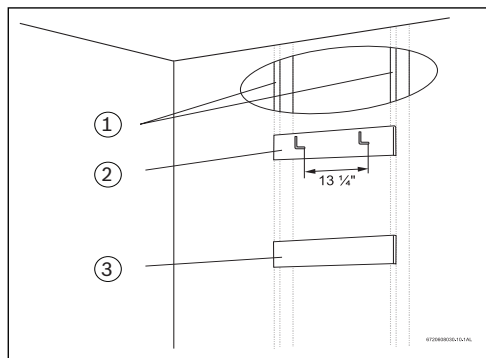

Fig. 7 Tabla de soporte
El calentador debe montarse en una pared con las piezas de fijación adecuadas. Si la pared es de miembros estructurales verticales con paneles de yeso, se recomienda fijar primero tabla(s) de soporte de madera contrachapada, ya sea de 1x4 ó 1/2 pulg. (como mínimo), en un par de dichos miembros verticales, y luego debe fijarse el calentador en las tablas de soporte. Vea la Fig. 7.
- Asegure a los miembros verticales de la pared o a las tablas de soporte los dos ganchos en forma de "L" incluidos, dejándolos a una distancia de 13 1/4 pulg. entre sí (vea la Fig. 7).